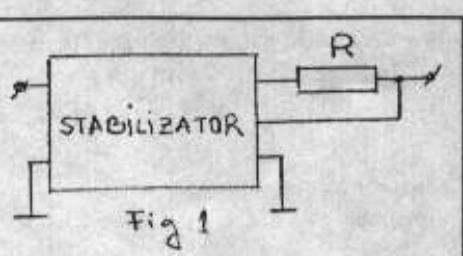

Fig. 1
**Funcționare.** Repetorele lucrând în sistem duplex au nevoie de filtre care să împiedice ca TX-ul repetorului să interfereze cu RX-ul acestuia. Atunci când diferența dintre cele două frecvențe (shiftul) este mai mare de 3-4 MHz, filtrele sunt alcătuite din circuite inductanță - condensator (LC) mai mult sau mai puțin complexe, în funcție de performanțele dorite, de diferența dintre cele două frecvențe și, în special, de antena folosită (dacă aceeași antenă e folosită pentru RX și TX, evident că performanțele trebuie să fie superioare). În realizările profesionale, cel mai adesea se folosește o singură antenă pentru TX și RX, iar filtrele duplexoare sunt suficiente de compacte pentru a fi în unele cazuri incorporate în repetor.
Există însă și altfel de filtre duplexoare, care pot fi folosite chiar atunci când diferența dintre frecvențele RX și TX este de ordinul a 600 KHz, adică la repetorele de amatori din banda de 2 metri. Aceste filtre duplexoare sunt alcătuite din cavități rezonante, adică cilindri metalici închisi, cu un diametru precis determinat, a căror lungime trebuie să fie mai mare decât sfertul lungimii de undă, în interiorul cărora se află cilindri cu un diametru mai mic, care pot fi poziționați printr-un vernier astfel încât să se realizeze raportul de adaptare corespunzător impedanței de 50 Ohm (fig. 1). În cavitate se injectează energie de radiofrecvență printr-o spira excitatoare, iar atunci când cilindrul interior este poziționat corect, la sfertul lungimii de undă în interiorul cilindrului exterior, cavitatea intră în rezonanță, precum un circuit LC cu rezonanță paralelă. Dar cavitatea rezonantă are un factor de calitate (Q) mult mai mare.